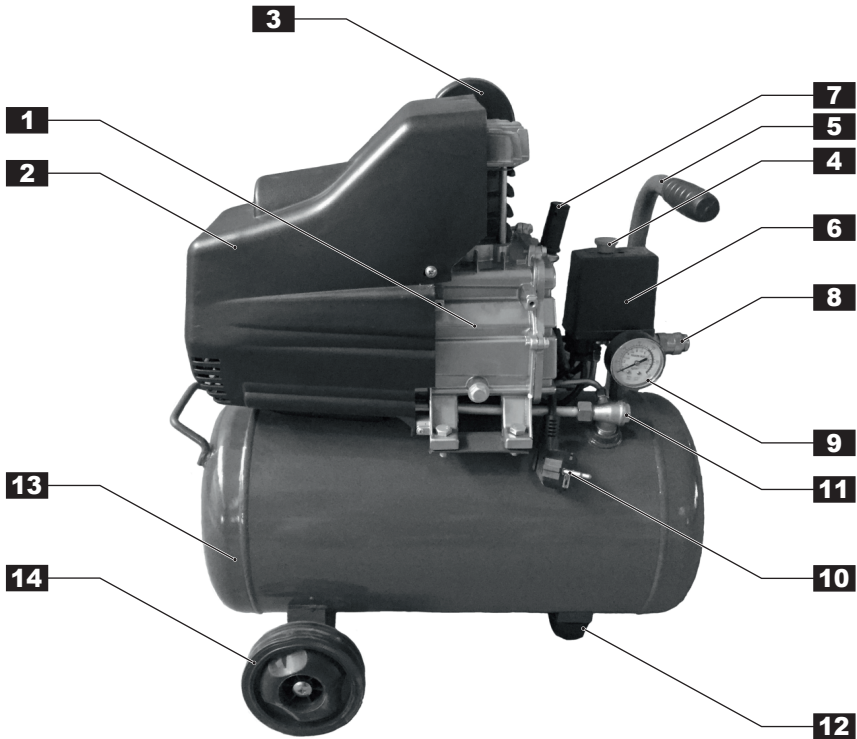

Рис. 1
- Ресивер (воздухосборник) (13) (См. Рис.1) служит для сбора сжатого воздуха, выравнивания пульсации воздуха, получающейся в результате возвратно-поступательного движения поршня компрессора, отделения конденсата и масла. Ресивер является также корпусом, на котором смонтированы узлы и детали компрессора.
- Ресивер имеет штуцера для установки реле давления (прессостата) (6), обратного клапана (11), крана слива конденсата, предохранительного клапана, а также кронштейны для установки платформы.
- Платформа предназначена для монтажа поршневого блока, электродвигателя, защитного кожуха (2).
- Электродвигатель предназначен для привода поршневого блока и компрессорной группы, и закрыт защитным кожухом (2) (См. Рис.1).
- Реле (прессостат) (6) служит для обеспечения работы компрессора в автоматическом режиме, поддержания давления в ресивере.
- Штуцер (8) предназначен для подачи воздуха потребителю.
- Обратный клапан (11) (См. Рис.1) обеспечивает подачу сжатого воздуха только в направлении от поршневого блока к ресиверу.
- Блок управления компрессором включает в себя: манометр давления в ресивере (9); реле давления (прессостат) (6); кнопку пуска (4); клапан предохранительный.
2. Убедитесь в том, что кнопка пуска (4) на реле давления (6) (См. Рис.1) находится в положении «Выключено». Вставьте вилку питающего электрического кабеля в соответствующую розетку.
3. Переведите кнопку пуска (4) на реле давления (6) (См. Рис.1) в положение **«Включено»**.
5. Остановите компрессор, вновь нажав на кнопку пуска (4) (См. Рис.1).
6. Присоедините к раздаточному штуцеру (8) шланг компрессорного оборудования.
- Для включения нажмите на кнопку пуска (4) (См. Рис.1) реле давления, чтобы установить ее в положение «Включено».